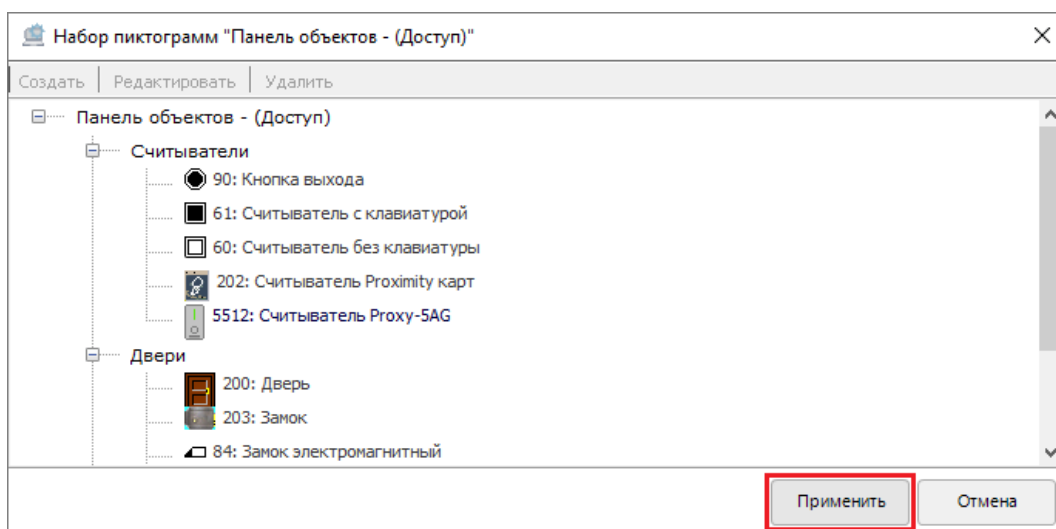

Рисунок 6-518 Подтверждение добавления новых пользовательских видов пиктограмм и соответствующих им кнопок
- 6) для сохранения изменений нажмите в окне редактора набора пиктограмм кнопку «Применить» (см. Рисунок 6-518) (чтобы отказаться от изменений необходимо нажать в окне редактора набора пиктограмм кнопку «Отмена»).